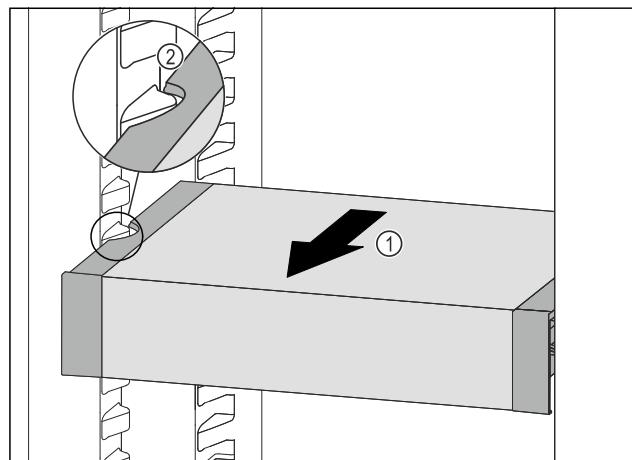

Fig. 123
- Predal VarioSafe povlecite naprej Fig. 123 (1), dokler nista stranska izreza predala VarioSafe na višini nastavka za posodo v hladilniku. Fig. 123 (2)